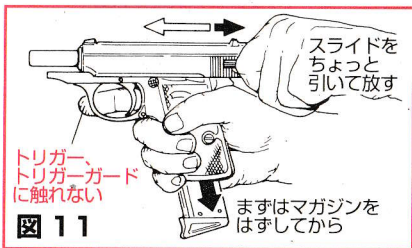

図11
- ③ トリガーを引ききると、ハンマーがダウンして、BB弾を発射します。
- ④ 続いてスライドが勢い良く後退そして前進、ブローバックします。可動するスライド・ハンマーに身体の一部や衣類等が当たったり、かんだりしないようご注意ください。特に後退するスライドに顔等近づけないようにしてください。ケガをしたり、銃作動不良を起こします。また、作動時、排気するガスを手等に多少感じます。※弾道が不適切な場合はただちに 4.固定レンジアップ(ホップアップ)について をご参照ください。
- ⑤ マガジンに給弾のある限り、発射、ブローバックを繰り返します。この銃にはスライドストップ(⇒図11参照)が設定されていますので、撃ちきるとホールドオープンして止まります。
- ⑥ 発射ガスの性質上、特に20℃以下の低気温時、しばらく撃つことによりガス圧が低下してきたら、スライド作動スピードが遅くなり、弾の飛びも悪くなります。同時にスライドは後退しきらず、ハンマーをコッキングできなくなります。さらにガス圧低下(もしくはガス切れ)したら作動ストップ、いわゆる<冷え>の状態になってしまいます。この時、銃・マガジンは冷えていますので、すぐにガス注入しても、先の症状を起こしてしまいます。必ずセフティをかけて、銃からマガジンをはずし、そのまま常温に戻るまで待ってから、ガス注入を行ってください。この時絶対に加温しないでください。2.マガジンの使い方 の△ガスポンペ・ガスガン使用上の注意 部分をお守りください。※必ずガスポンペ本体の警告文もお読みください。別売スベアマガジンに交換されると続けて楽しめます。
- ⑦ また上記のガス消費(ガス切れ)時、銃内に弾が残っていないと絶対に判断しないでください。続けて撃たない時は、ただちに 5.発射を終える時の処理 を行い銃を安全な状態にしてください。
⇒図11参照